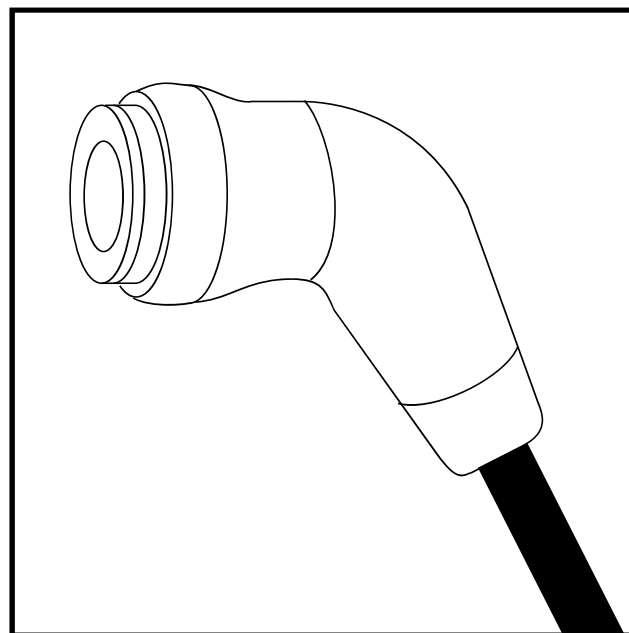

Abb. 22. Magnetischer Akkuladegerät-Anschluss
2. Trennen Sie die Batteriekabel ab und öffnen den Haltegurt. Nehmen Sie das Batteriepack dann aus dem Elektromobil. **Siehe Abb. 22.**